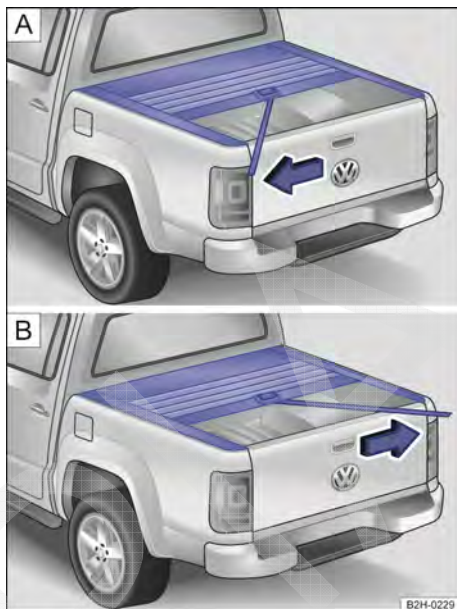

Fig. 28 Capota marítima do compartimento de carga: **C**: ativar o mecanismo de destravamento e **D**: desativar.
- **Abrir completamente:** Posicionar o manípulo ② A para cima, até o batente. A cobertura sobe automaticamente. A cinta de tração ⑤ B permanece no centro.
- **Posição intermediária:** Puxar o manípulo ② A para cima até o batente e puxar a cinta de tração ⑤ B durante o processo de abertura no sentido da seta para a esquerda → Fig. 28 C. A cobertura engata na posição intermediária.
**OU:** deslocar a alça ② A levemente para cima. A cobertura engata na posição intermediária.
- **Abrir a partir da posição intermediária:** Puxar a cinta de tração para a direita → Fig. 28 D. A cobertura sobe automaticamente.